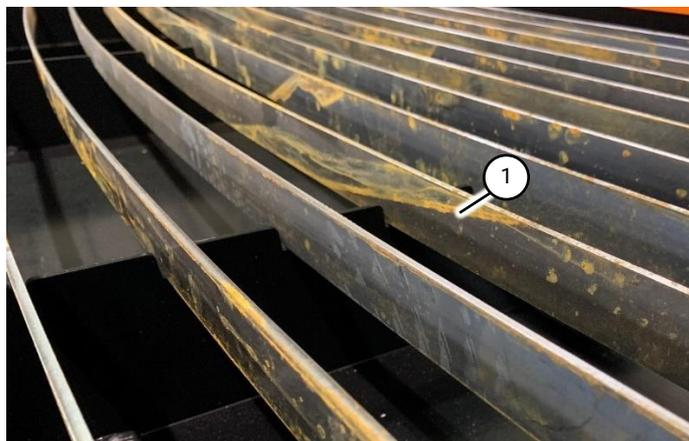

Abb. 23 Wasserbehälter-Füllstand
2. Füllen Sie den Wasserbehälter bis 10 mm (3/8 in) unter die Oberseite der Stützlammellen (Abb. 23 (1)).